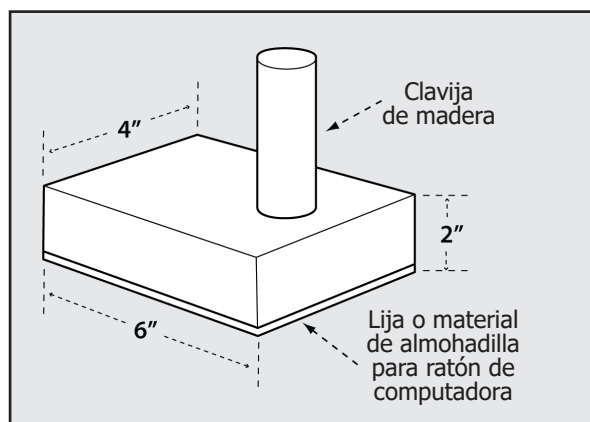

Figura 56
3. Pegue un trozo de material áspero o liso tal como una lija o caucho a la parte inferior del bloque para sujetar la pieza de trabajo (las almohadillas para ratón de computadora son adecuadas para esto). Vea la Figura 56.